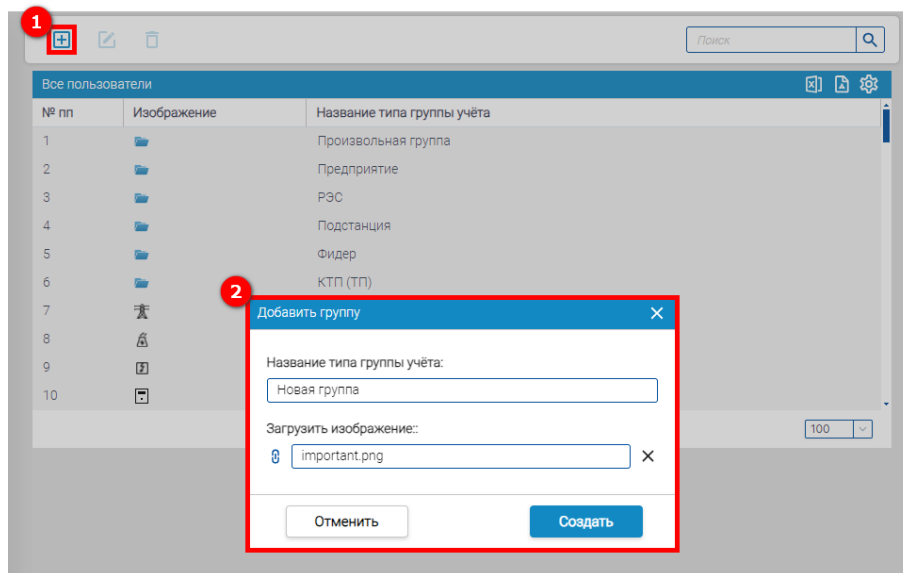

Рисунок 91 – Создание типа группы учета
Для создания типа группы учета необходимо нажать кнопку (1) (см. рисунок 91) и в открывшемся окне (2) указать наименование типа группы учета, и при необходимости загрузить изображение. **RadioAccess 4** позволяет для каждого типа групп учета загрузить свое изображение, которое будет отображаться для групп этого типа в дереве.